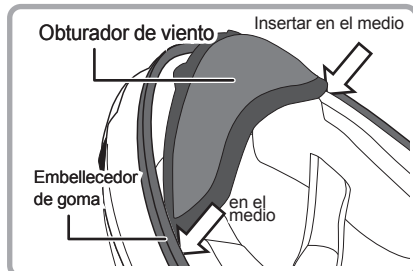

Fig. 2
2.Inserte el forro intermedio de ambos lados del obturador de viento entre la zona delantera de la carrillera y el embellecedor de goma (Fig. 2).